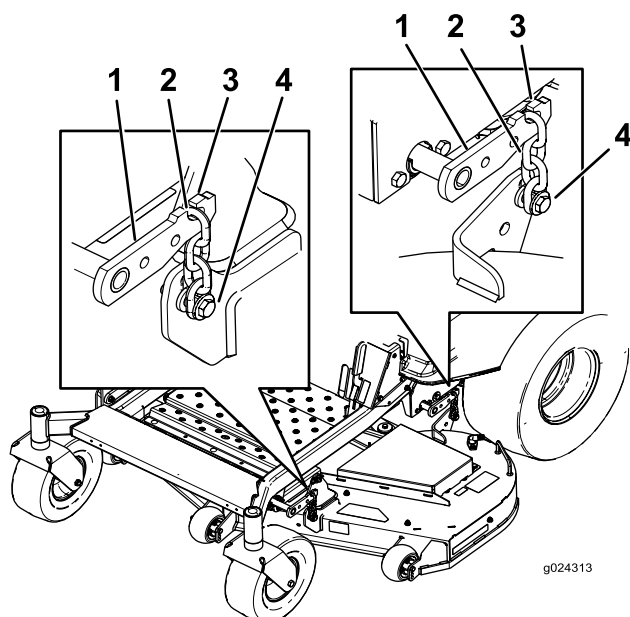

Figura 76
3. Retire las cadenas de los ganchos de los brazos de elevación de la carcasa (Figura 76).
6. Eleve la parte trasera de la carcasa de corte y conecte las cadenas a los brazos de elevación traseros (Figura 76).
7. Conecte las cadenas delanteras a los brazos de elevación delanteros (Figura 76).